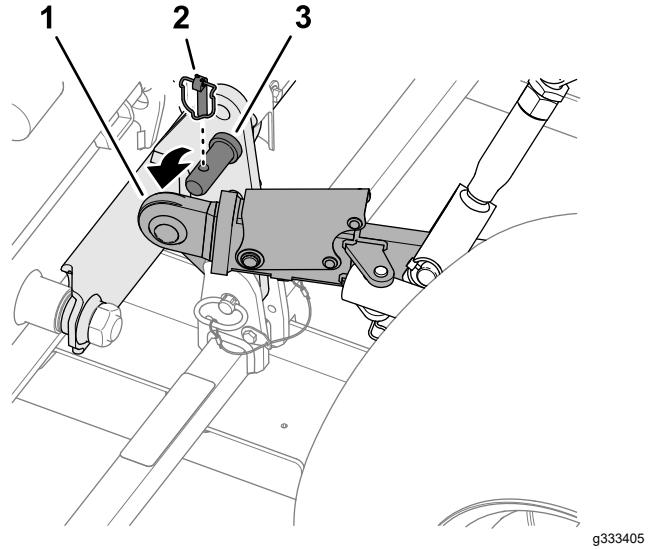

Bild 47
1. Entfernen Sie die beiden Klappstecker und schieben Sie die Unterlenker von den Anbauvorrichtungsstiften der Maschine (Bild 47).